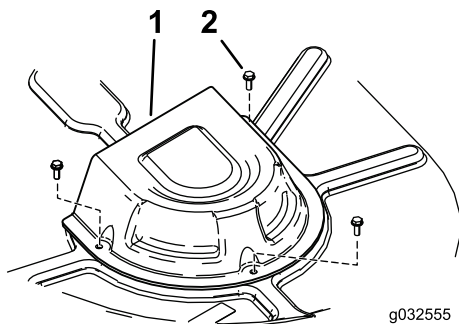

Figura 71
4. Retire as coberturas da polia (Figura 71).